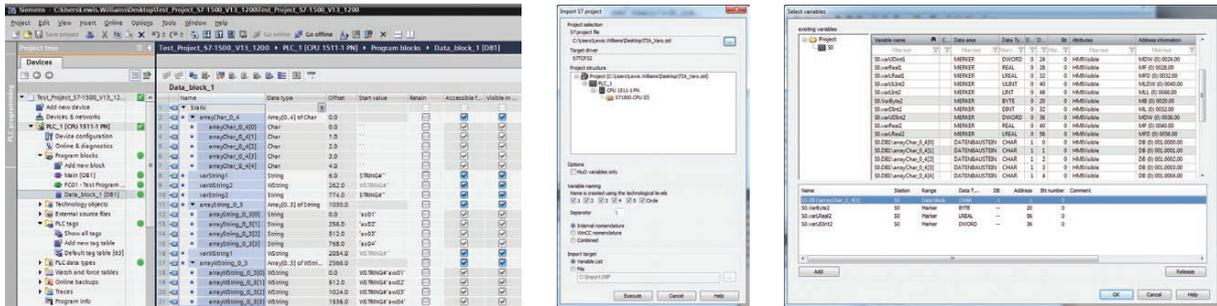

Abbildung 2: Variablen-Import aus dem Siemens S7 TIA Portal.
- z. B. Siemens S7 TIA Portal (siehe *Abbildung 2*), Allen-Bradley ControlLogix, OPC UA und viele andere mehr.